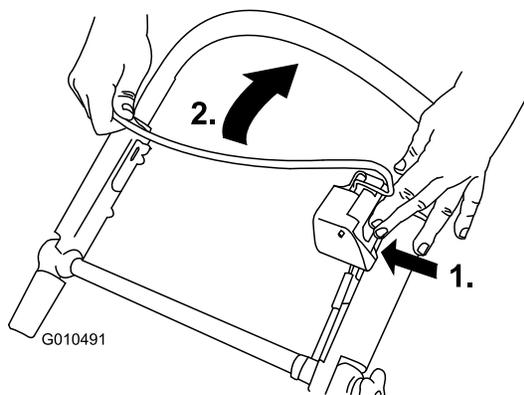

図 22
1. ブレードコントロールボタンを押し、ブレードコントロールバーをハンドルに引き付けるように握りこむ 図 22。